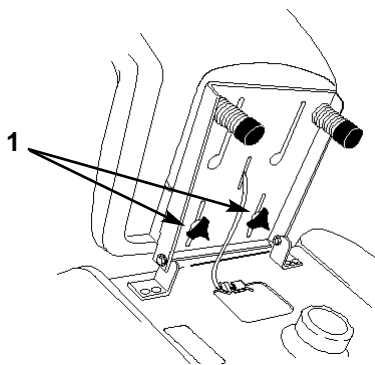

Fig. 10
1. Alzate il sedile ed allentate le manopole di regolazione (Fig. 10).